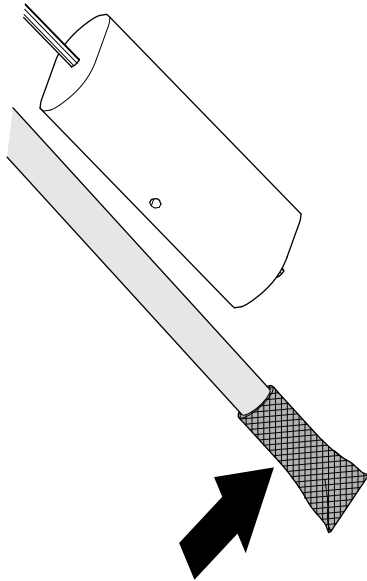

Bild 92
1. Reinigen Sie das Sieb am Ende des Kraftstoffzulaufschlauchs (Bild 92).